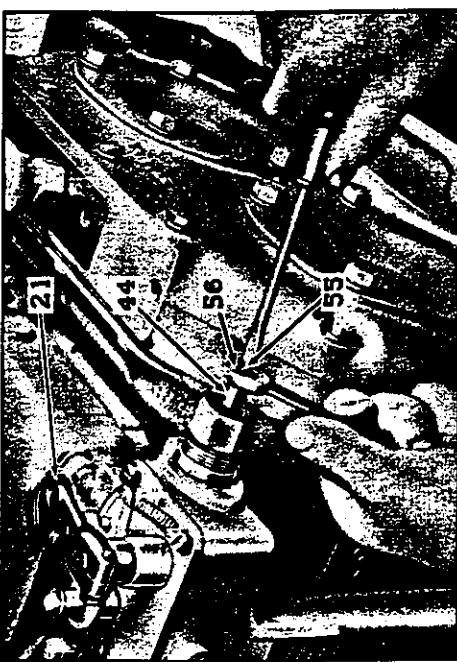

Fig. 7 - Stationnaire draaisnelheid instellen
- 2) Motor op bedrijfstemperatuur brengen, contramoer nr 56 (fig. 7) loszettende schroef nr 55 draaien totdat het toerental ongeveer 15 omw./min. lager is dan de gewenste draaisnelheid. Schroef nr 55 in deze stand houden en blokkeren met contramoer nr 56.